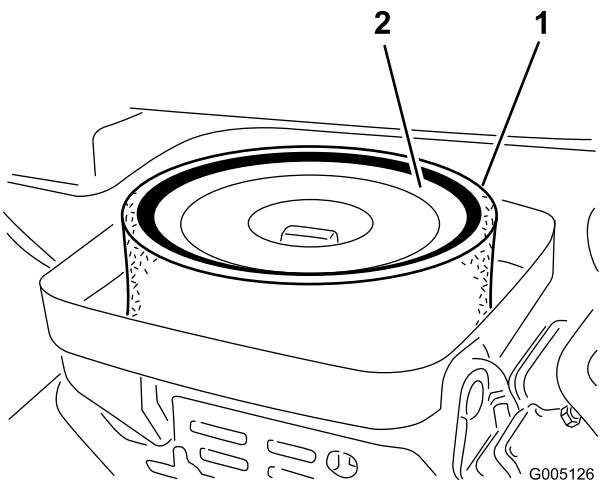

図 41
- スポンジ図41を点検し、汚れていればペーパーエレメントから外す。以下の要領で丁寧に清掃してください